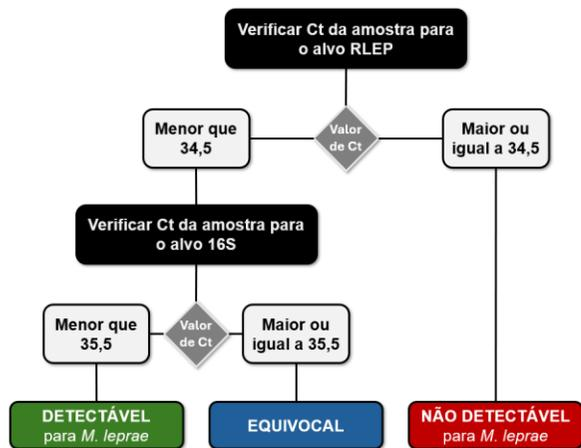

Figura 1. Fluxograma de interpretação dos resultados.
– Para que uma corrida seja considerada válida, o Controle Positivo (CP) deve apresentar amplificação para todos os alvos com Ct dentro dos intervalos descritos abaixo:
- A Figura 1 apresenta um fluxograma de interpretação dos resultados baseado nos valores de Ct de cada alvo bacteriano.